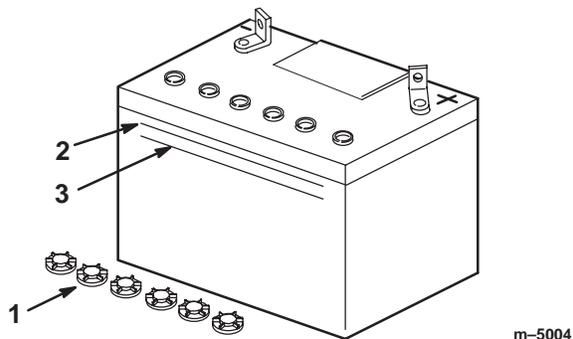

Bild 7
3. Nehmen Sie die Entlüftungsdeckel von der Batterie ab (Bild 7).
- Gießen Sie langsam Batteriesäure in jede Batteriezelle, bis der Säurestand die **obere** Linie (Bild 7) am Batteriegehäuse erreicht.
- Warten Sie nach dem Füllen der Batteriezellen fünf bis zehn Minuten. Gießen Sie bei Bedarf langsam Batteriesäure in jede Batteriezelle, bis der Säurestand die **obere** Linie (Bild 7) am Batteriegehäuse erreicht.